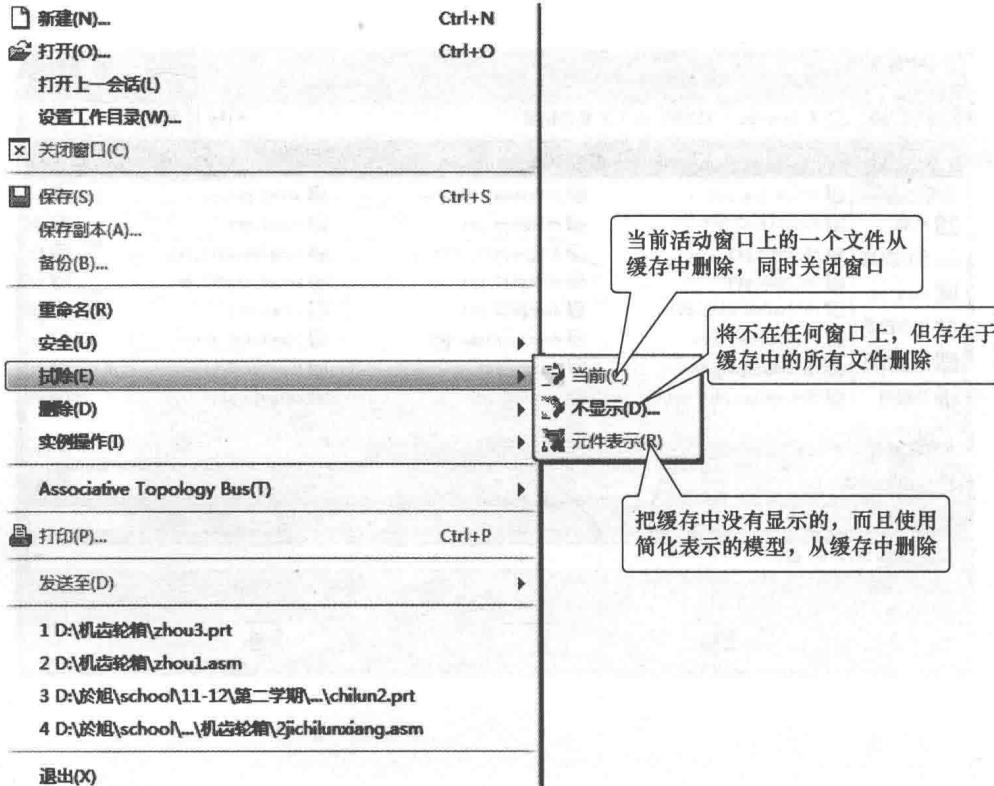

图 1-11 “拭除”菜单
⑥ 拭除。单击“文件”菜单的“拭除”命令，系统弹出如图 1-11 所示的“拭除”菜单。